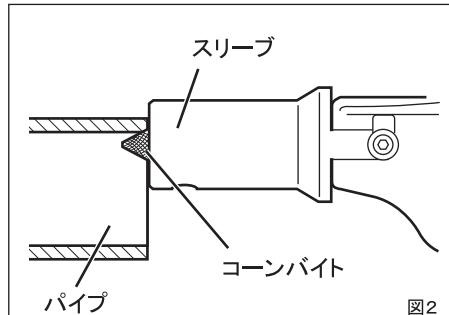

図2
- ①引金を引いてスイッチを入れ、面取りを行うパイプの端面を、スリーブの端面に直角にあてます。
- ・パイプ内側の面取りを行う場合(図2)